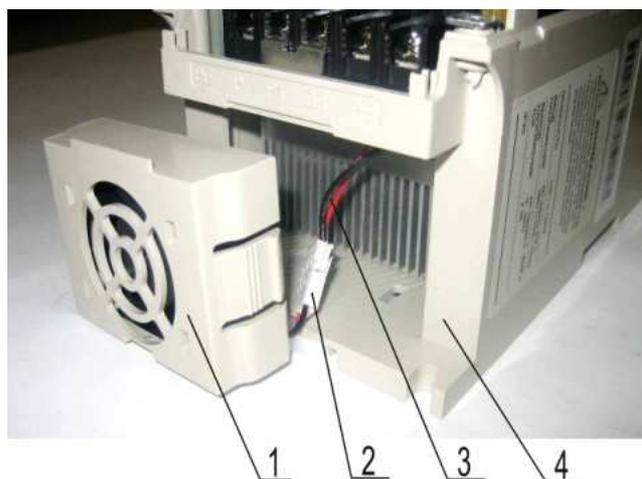

Рис. 7.21
7.7.1. Совместить отверстия в корпусе вентилятора с направляющими штырями держателя 1 (рис. 7.21) и установить вентилятор, приложив рукой усилие до щелчка.
Соединить розетку 2 вентилятора с вилкой кабеля 3 (рис. 7.21).